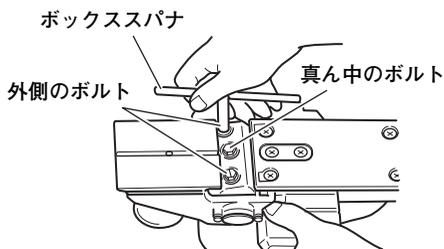

図 10
(1) 付属のボックススパナで外側のボルト（2本）をゆるめ、つぎに、そのまま軽く締めなおします。（図10）
(2) 真ん中のボルトをボックススパナでゆるめて抜き取ります。（図10、11）